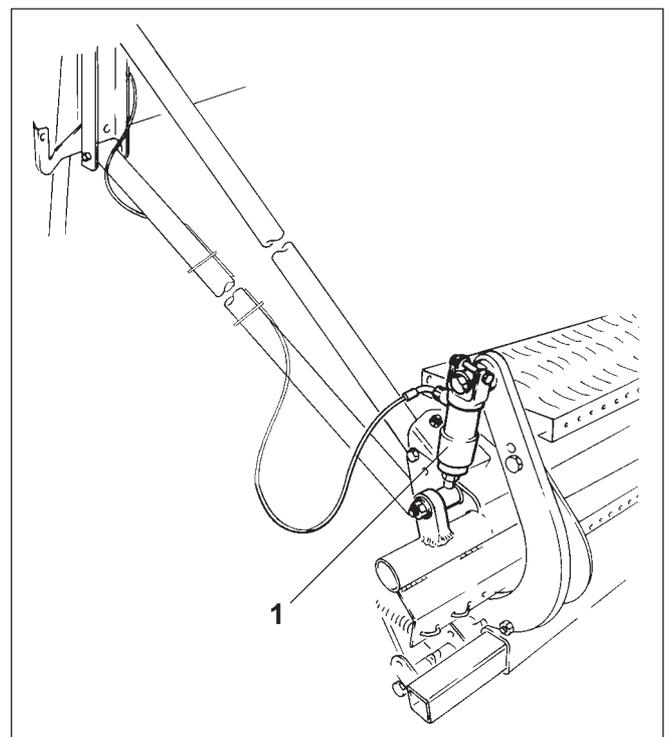
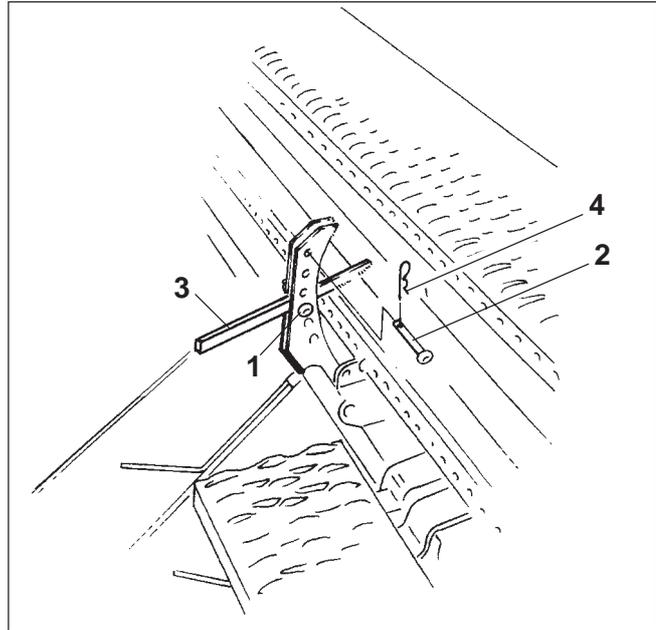

Fig. 24.11
Fig. 24.12
Beim Wechsel von normalem Boden auf schweren Boden und umgekehrt wird der Striegeldruck von einem Hydraulikzylinder (Fig. 24.11/1) verstellt.
Zwei Bolzen (Fig. 24.12/1 und Fig. 24.12/2) stecken als Anschlag des Hebels (Fig. 24.12/3) im Verstellsegment. Der Hebel (Fig. 24.12/3), der vom Hydraulikzylinder (Fig. 24.11/1) betätigt wird, liegt am Bolzen I (Fig. 24.12/1) an, wenn der Hydraulikzylinder drucklos ist, und am Bolzen II (Fig. 24.12/2) an, wenn der Hydraulikzylinder mit Druck beaufschlagt wird.
- Hydraulikzylinder (Fig. 24.11/1) drucklos machen.
- Bolzen II (Fig. 24.12/2) in eine Bohrung **oberhalb** des Hebels (Fig. 24.12/3) im Verstellsegment einstecken und mit einem Federstecker (Fig. 24.12/4) sichern.
- Hydraulikzylinder (Fig. 24.11/1) mit Druck beaufschlagen.
- Bolzen I (Fig. 24.12/1) in eine Bohrung im Verstellsegment **unterhalb** des Hebels (Fig. 24.12/3) einstecken und mit einem Federstecker (Fig. 24.12/4) sichern.